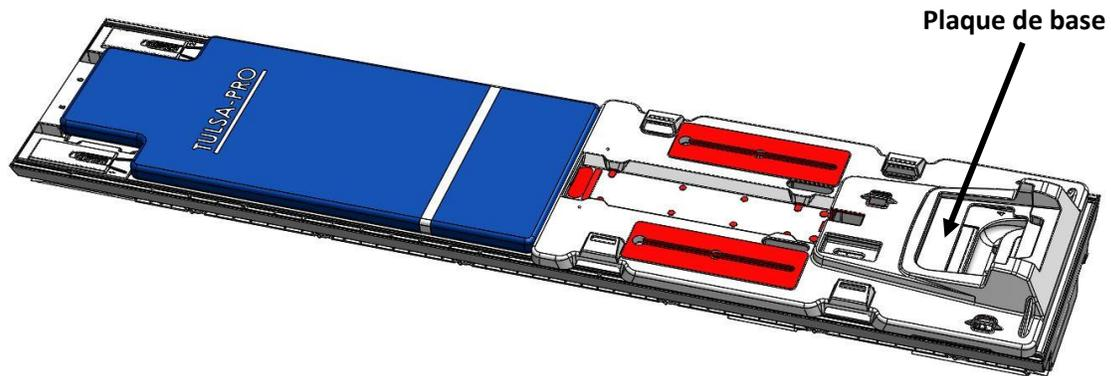

Figure 4 : Placement de la plaque de base et du coussin sur la table IRM
2. Couvrir la plaque de base et l'appui-tête avec des draps et placer un champ absorbant à l'extrémité la plus proche de la plaque de base (Figure 4).